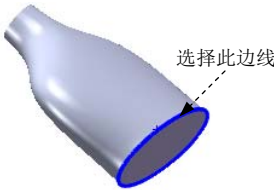

图 5.8.3 定义圆角对象
Step4. 定义圆角对象。选取图 5.8.3 所示的边线为圆角对象。